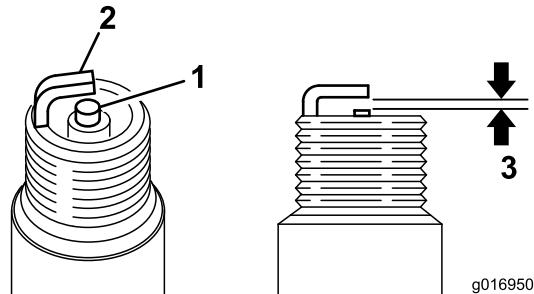

图34
- 设定正确的空隙为0.6-0.7 毫米(图34)。安装已设定正确空隙的火花塞, 拧紧到17 英尺/磅(23 牛米)。